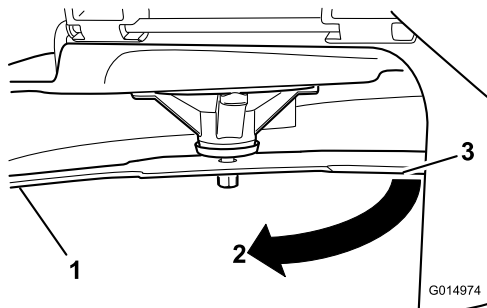

Figura 62
3. Seconda distanza misurata tra la lama e la superficie (B)
4. Ruotate la stessa lama di 180 gradi in modo che il tagliante opposto si trovi ora nella stessa posizione (Figura 62).